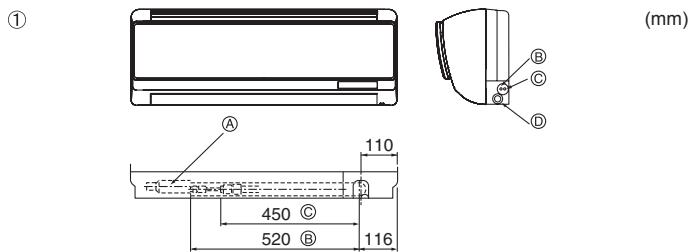

Fig. 4-2
- ① Θέστη των σωληνώσεων ψυκτικού και αποχέτευσης (Fig. 4-2)